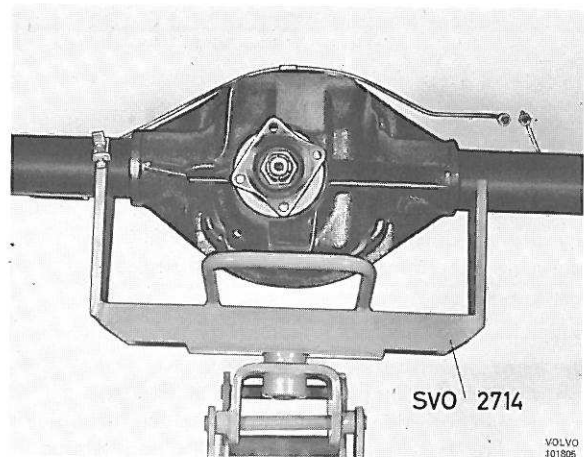

Figure 61. Gabarit de fixation pour pont arrière
1. Poser le pont arrière sur le gabarit de fixation SVO 2714 qui est disposé sur un cric de garage, voir figure 61. Faire passer le pont arrière sous la voiture et remettre les vis des bras de roues et des barres de torsion.